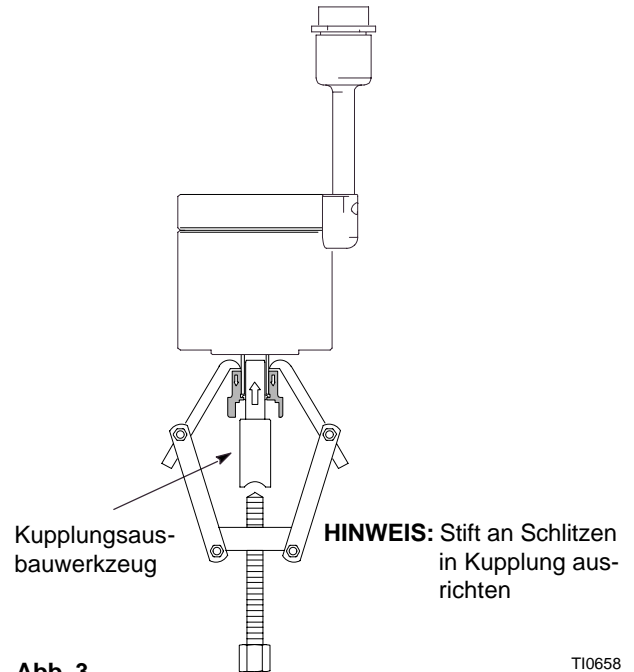

Abb. 3
3. Mit einem Radabzieher und einem Kupplungsausbauewerkzeug die Kupplung von der Motorwelle trennen. Die alte Kupplung wegwerfen. Siehe Abb. 3.